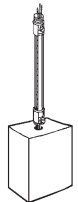

Fig. 2
Paso 9: Conecta el conducto y conector de conducto a la caja de conexión (Fig. 2).